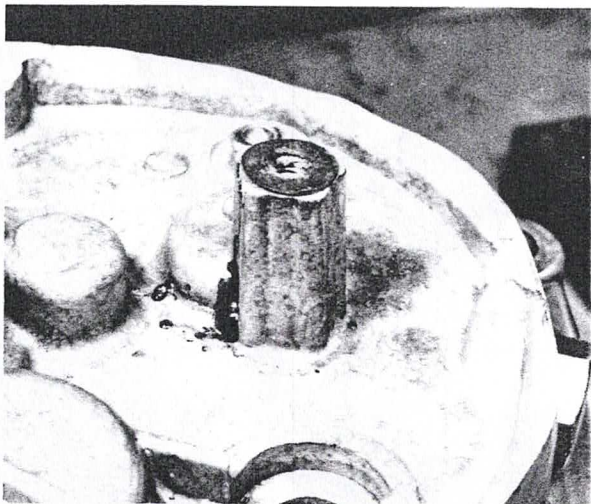

Bild 86
- Vor dem Aufsetzen des Seitendeckels mit einer neuen Dichtung prüfen, ob sich der Kupplungsausrückmechanismus im Deckel leicht bewegen lässt. Ebenso prüfen, ob die Passstifte eingesetzt sind; auf der hintersten Stütze, die aus dem Kurbelgehäuse hervorsticht, muss die Distanzscheibe aus Fiber mit Fett befestigt werden (Bild 86). Alle Deckelschrauben einsetzen und anziehen.